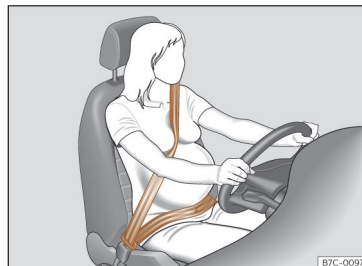

Fig. 12 Colocação da faixa do cinto de segurança no caso das mulheres grávidas.
No caso de **mulheres grávidas**, o cinto de segurança deve passar de forma uniforme sobre o peito e o mais baixo possível na zona pélvica, com a faixa plana para que não pressione o ventre; deve utilizar-se durante toda a gravidez»» **Fig. 12.**
- No caso de mulheres grávidas, a faixa abdominal do cinto de segurança deve passar o mais baixo possível à frente da zona pélvica, plana e «contornando» o ventre »» **Fig. 12.**